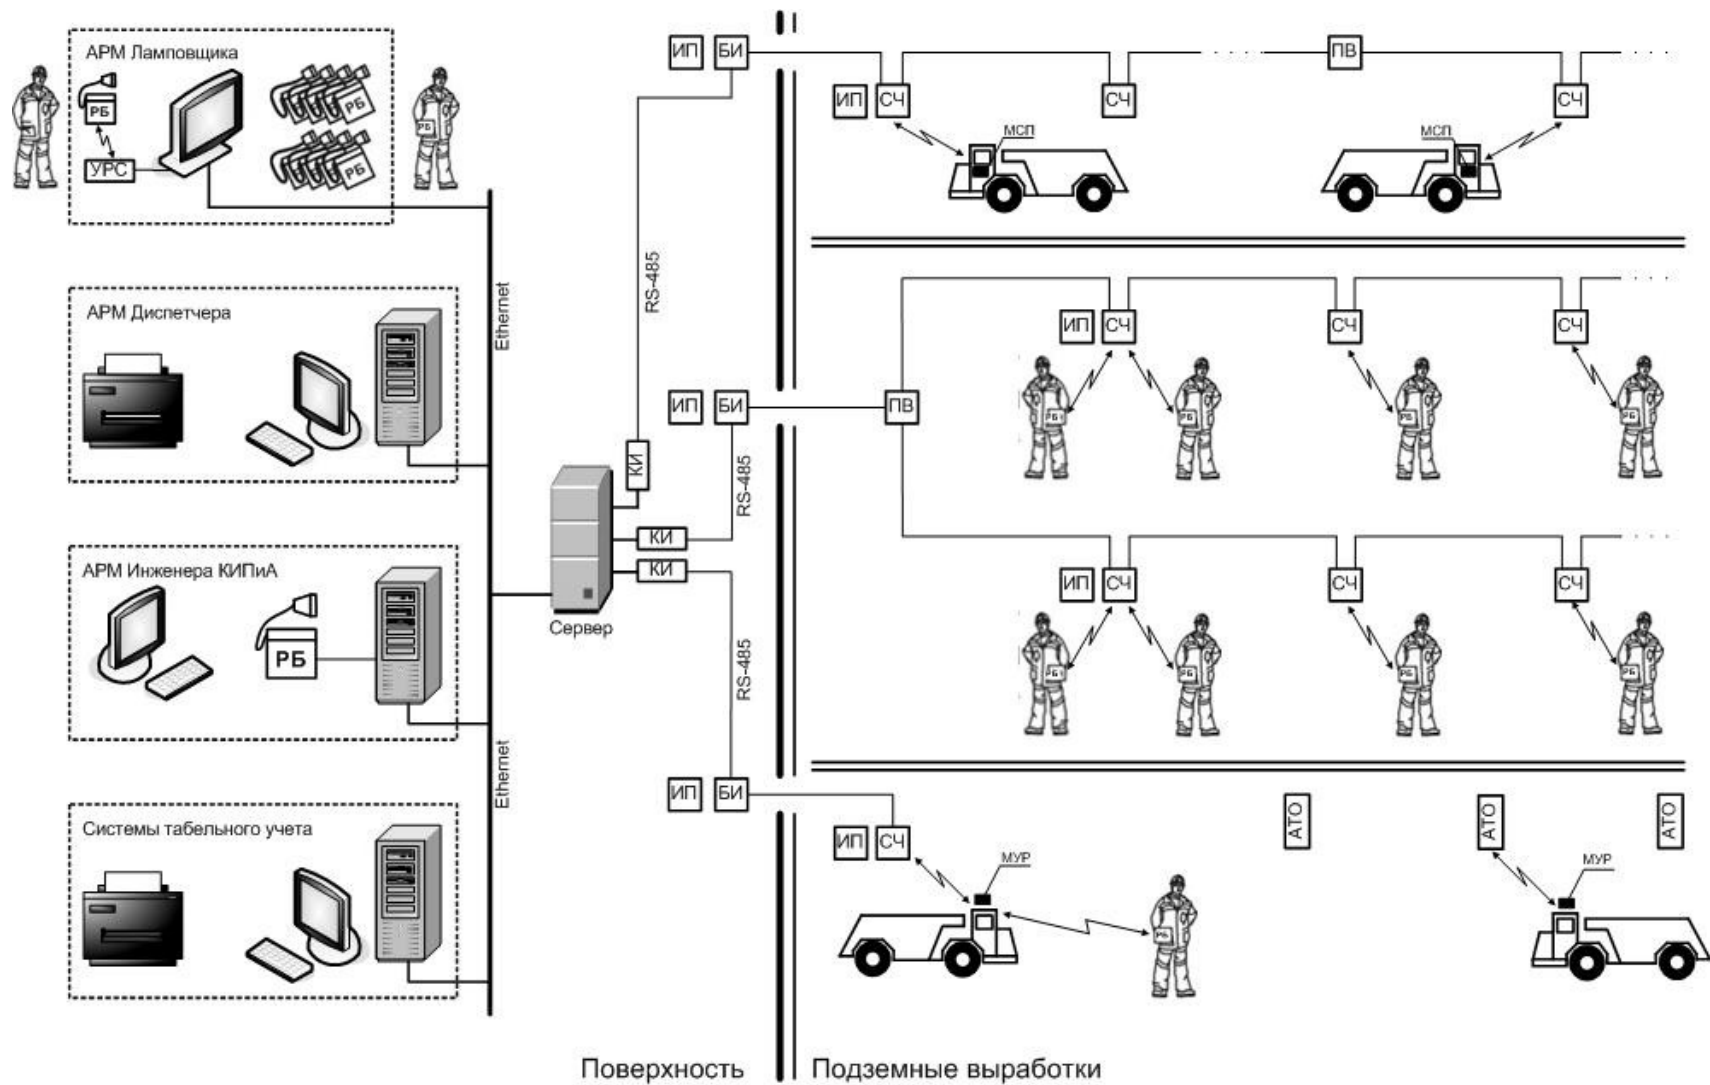

Рисунок 1 – Структура Системы СПГТ-41:
1.1.4 СИСТЕМА имеет 4-уровневую структуру (рисунок 1):